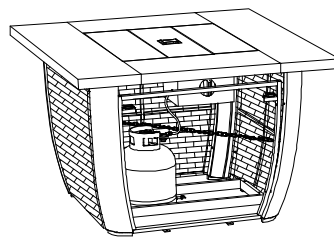

Fig. 5
- 2- Placez la bouteille dans le cadre de bouteilles. Voir Fig. 5.